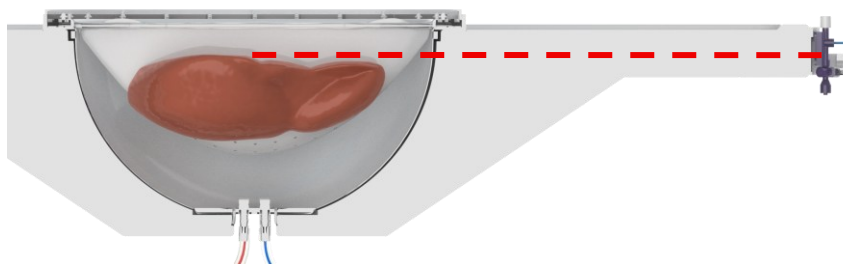

Figure 28: Altezza del fegato rispetto al sensore di pressione
- Tenere presente che il fegato è supportato dalla rete e dal liquido nel reservoir. Per una misurazione corretta della pressione, è essenziale allineare l'altezza del fegato al sensore di pressione come mostrato nella Figure 28. La punta della cannula deve trovarsi alla stessa altezza del centro del sensore di pressione.